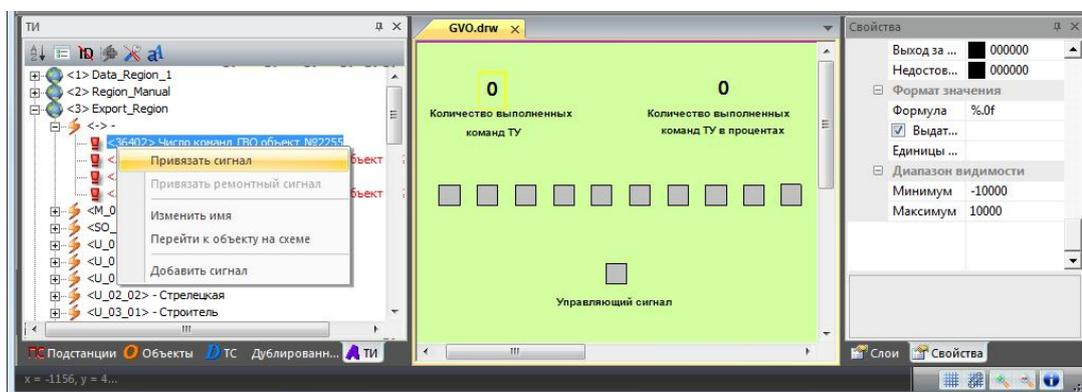

Рисунок 426 – Добавление в документ отображения количества выполненных команд
– добавить в документ элементы для вывода количества выполненных команд ТУ и процента выполненных команд ТУ. Чтобы добавить в документ отображение количества выполненных команд необходимо создать элемент **«Текст»** с надписью **0** (рисунок 426). Выделить элемент левой кнопкой мыши и в окне **«Свойства»** в поле **«Формула»** ввести значение **%0f**. Затем, не снимая выделения с элемента **«Текст»** перейти в окно **«ТИ»** и выделить в дереве сигнал (в данном примере **36402**). Далее кликом правой кнопки мыши вызвать контекстное меню сигнала и привязать к нему текст с помощью пункта меню **«Привязать сигнал»**;